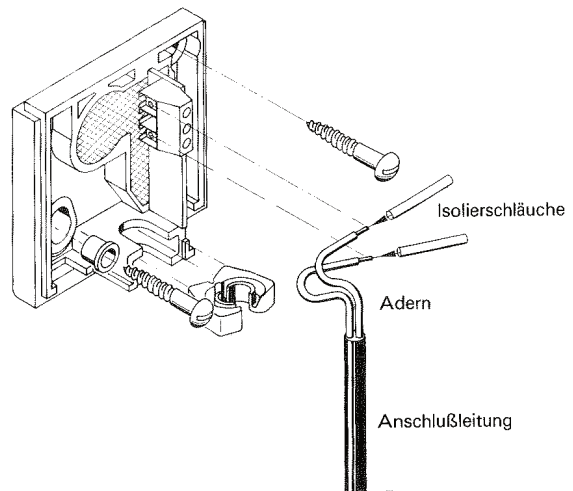

Abb. 3 Sockel befestigen und Kabel anklammern
Den Sockel mit den beiden Schrauben so an der Wand befestigen, daß die Leitungseinführung nach unten zeigt (Abb. 3).
3. Anschlußleitung auf entsprechende Länge abmanteln. Adern abisolieren (ca. 6 bis 7 mm). Die beiliegenden Isolierschläuche über die Adern schieben (Abb.3).
Die Leitung an die beiden Anschlußklemmen anschließen. Die Adern sind vertauschbar (Abb. 3 auf Seite 1).